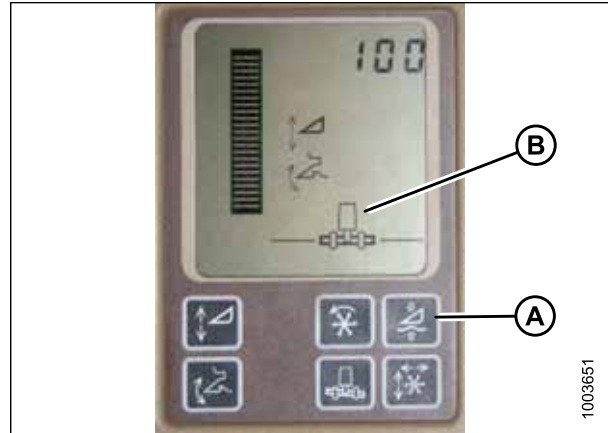

Figura 3.301: Pantalla de la cosechadora John Deere
NO utilice la función de flotación activa de la plataforma (A) junto con el control automático de altura de la plataforma (AHC) MacDon, ya que los dos sistemas se contrarrestan entre ellos. El símbolo de plataforma (B) en la pantalla **NO debe** presentar una línea ondulante debajo de él y debe aparecer exactamente como se muestra en la pantalla activa de control de la plataforma en la figura 3.301, página 206.